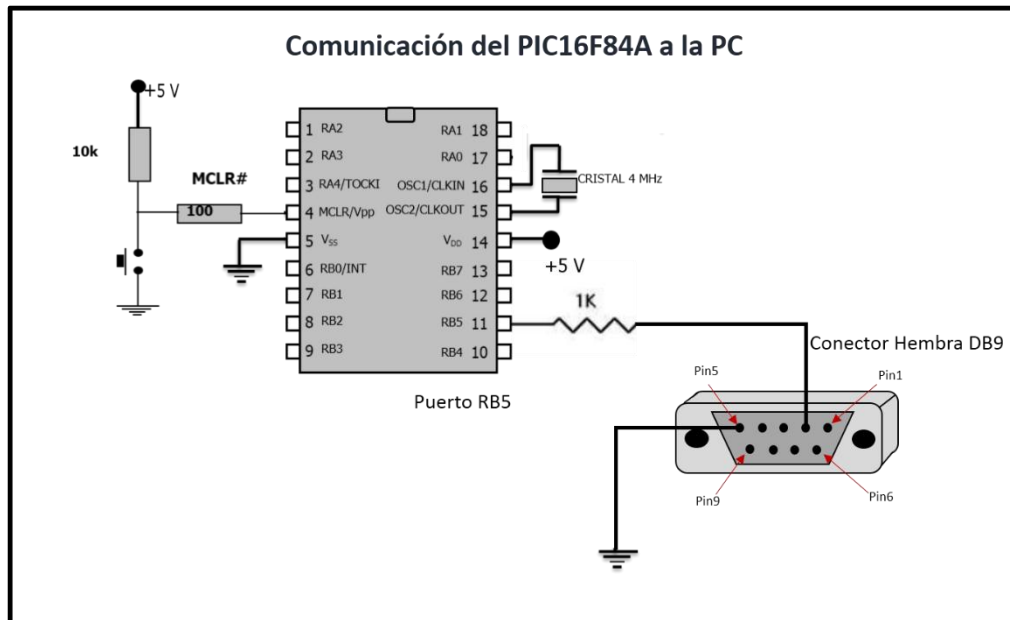

Figura 33. Envío de datos del PIC a la PC por conexión serial.
1. Arme el circuito que se muestra en la *figura 33* en su protoboard.